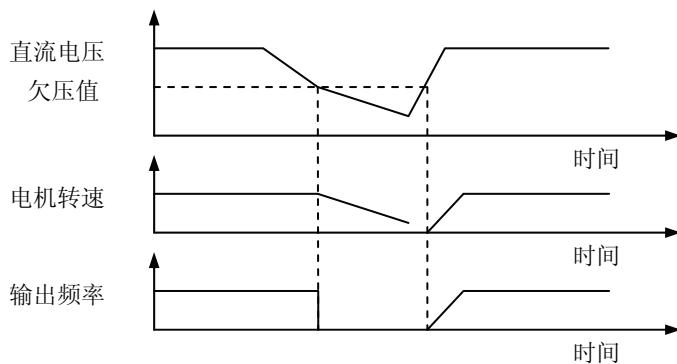

图 6-17 电恢复时频率从零起动
- 1: 复电后, 当变频器检测到直流母线电压高于欠压保护值后, 输出频率将从 0Hz 加速到设定频率。如图 6-17 所示。